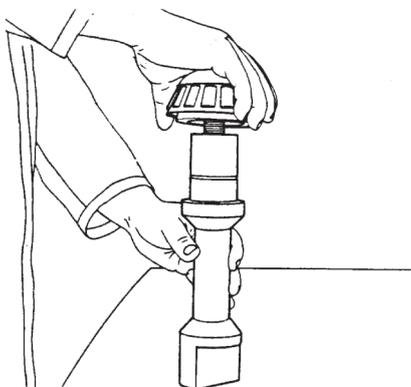

Figura 91
- A. De acordo com o modelo do eixo traseiro, instale o adaptador do rolamento traseiro no simulador do pinhão. (Figura 91).